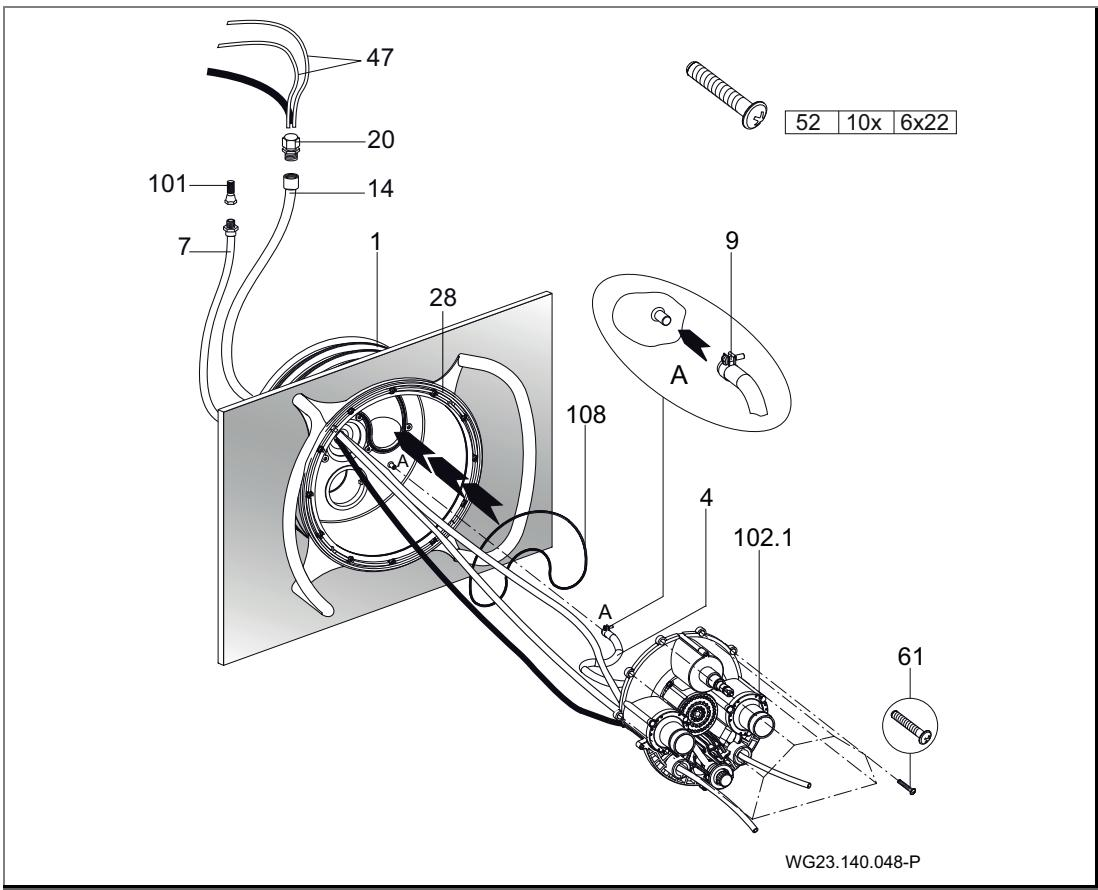

Fig. 16
2. Placer le joint torique (108) dans la pièce à sceller (1). (Fig. 16)
3. Visser les dix vis auto taraudeuses jointes (61) dans le corps de buses. Poser le corps de buses pré assemblé (102.1) contre la pièce à sceller (1). (Fig. 16)
4. Guider les flexibles pneumatiques (47) et le câble du projecteur à travers la gaine de protection (14) et les étancher avec le presse étoupe (20). (Fig. 16)
5. Fixer la tuyauterie d'air interne (4), qui est déjà complètement pré- assemblée avec le corps de buses (102.1) et la régulation d'air, à la pièce à sceller (1) avec le collier de serrage (9). (Fig. 16)
6. Guider les flexibles pneumatiques à travers les orifices inférieurs et extérieurs du corps de buses (102.1); éclairage MARCHE/ARRET à gauche; pompe MARCHE/ARRET à droite. (Fig. 16)
7. Aligner le corps de buses complet (102.1) sur la pièce à sceller (1) et fixer les dix vis auto taraudeuses présassemblées (61). (Fig. 16)